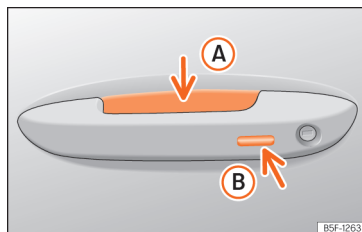

Abb. 72 Türgriff: Sensorflächen.
>>> (Abb. 72)
- Berühren Sie die auf der Außenseite des Türgriffs befindliche Sensorfläche »» (Abb. 72) (B). Alle Blinker leuchten einmal auf.
- Berühren Sie innerhalb von 5 Sekunden einmal die auf der Außenseite des Türgriffs befindliche Sensorfläche »» (Abb. 72) (B). Ergreifen Sie dabei nicht den Türgriff. Das System Keyless Access ist jetzt vorübergehend deaktiviert.
Um mit der **Komfortfunktion** alle elektrischen Seitenfenster und das Glasdach zu schließen, lassen Sie einen Finger einige Sekunden auf der Sensorfläche für Verriegelung »» (Abb. 72) (B) am Türgriff, bis die Seitenfenster und das Dach geschlossen sind.